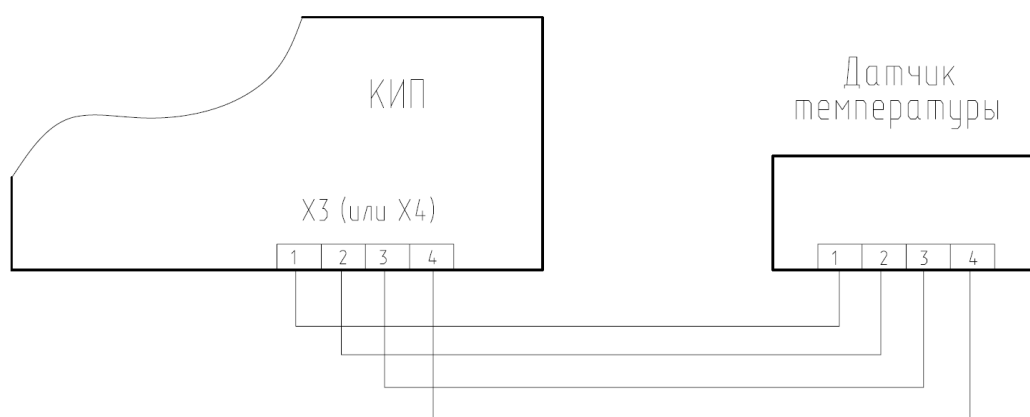

Рисунок 2. Схема подключения датчиков температуры к КИП
4.3.4 Для подключения датчиков температуры к КИП, необходимо использовать провода с сечением жил от 0,75 до 2.5мм2, к которым присоединена розетка Wago арт. 2734-104 (из комплекта поставки КИП). На концах проводов должны быть установлены обжимные наконечники с длиной металлической части от 6 до 8мм. Подключение выполнить согласно схеме на рис.2.